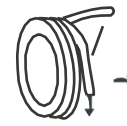

Fig. 5.2
1. O ângulo das curvas deve ser inferior a 90° (Fig. 5.2).